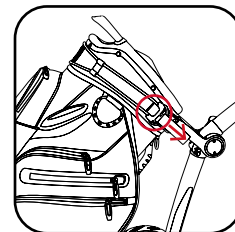

Abb. 1
1. Spannen Sie den elastischen Riemen um die Tasche und legen Sie unterhalb des Hakens eine Schlaufe um die Rundstange (Abb. 1).